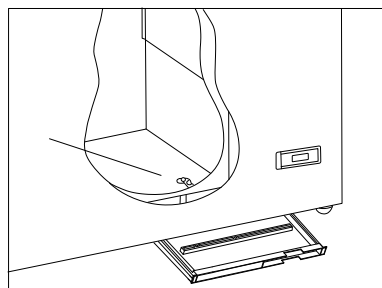

fig. 5
2. Er der tøvbandsbakke og tøvbandsudløb (fig.5) i fryseboksen, placeres tøvbandsbakken under tøvbandsudløbet.